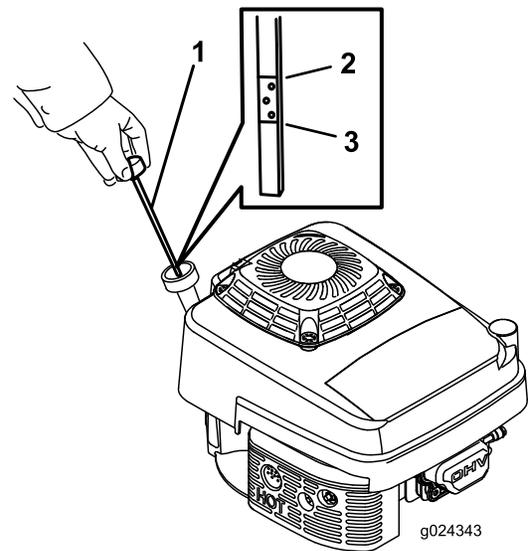

Figura 8
Prima di usare il tosaerba, verificate sempre che il livello dell'olio si trovi fra le tacche Aggiungere e Pieno sull'asta di livello (Figura 8).
2. Pulite attorno all'asta di livello (Figura 8).